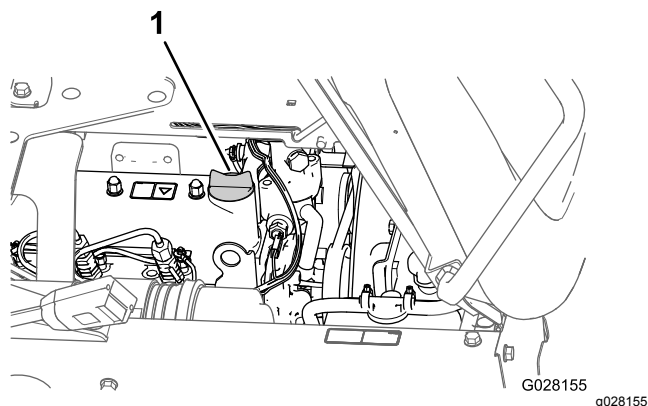

Figura 71
8. Instale el tapón de llenado de aceite en el cuello de llenado (Figura 71).
5. Retire el tapón de llenado de aceite del cuello de llenado de la tapa de válvulas del motor, y vierta lentamente aproximadamente el 80% de la cantidad especificada de aceite por el cuello de llenado (Figura 71).